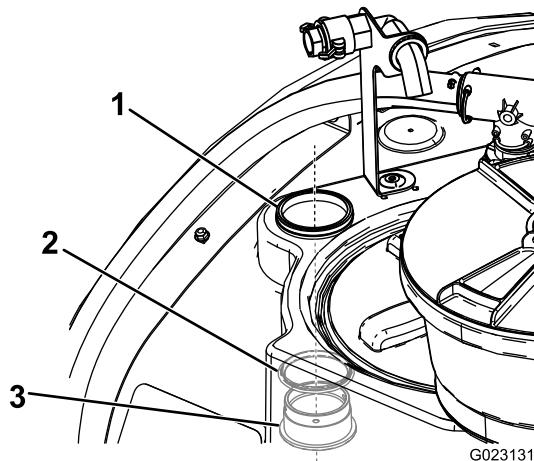

図 16
2. バulkヘッドフィッティングとOリングを、タンクの内側から外側に向けて、先ほど作った穴に取り付ける 図 16。